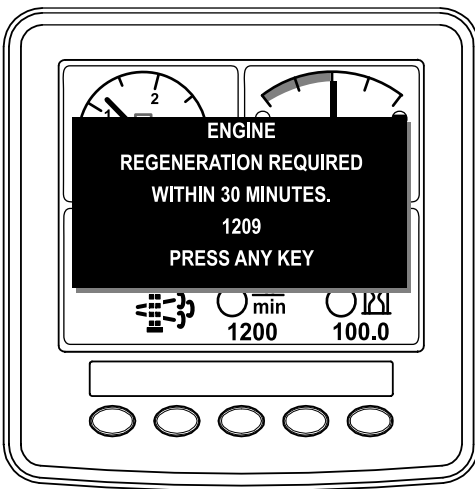

Figura 63
- Si hace caso omiso de la solicitud de una regeneración con la máquina aparcada (mostrada en el InfoCenter) y sigue utilizando la máquina (Figura 63), se puede acumular una cantidad crítica de hollín en el DPF.